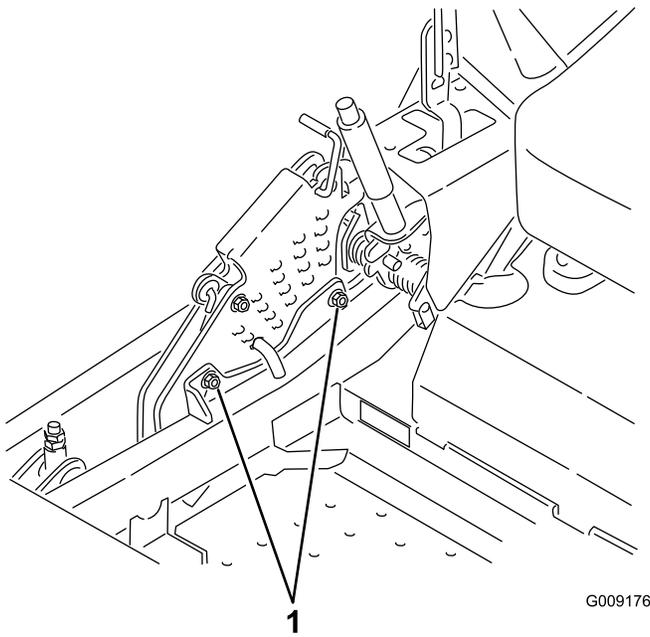

Figura 94
- 12. Para ajustar el sistema de ajuste de un solo punto, afloje los dos pernos situados cerca del borde inferior de la pletina de altura de corte. Consulte Figura 94.
14. Apriete los dos pernos situados cerca del borde inferior de la pletina de altura de corte (Figura 94). Apriete a 37–45 Nm (27–33 pies-libra).